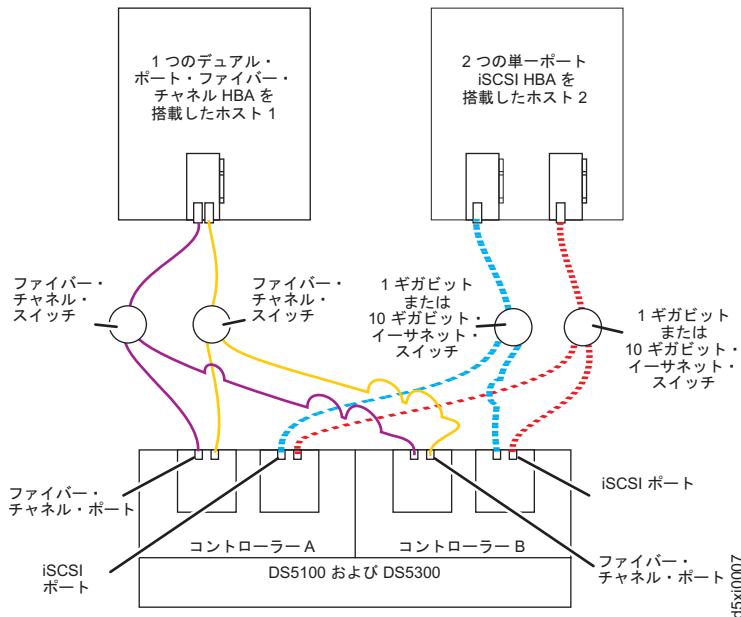

図 100. 複数ホスト、複数ポート、複数スイッチ構成の例
- 複数ホスト、複数ポート、複数スイッチ構成 (162 ページの図 100)
162 ページの図 100 に、複数ホスト、複数ポート、複数スイッチ構成の例を示します。